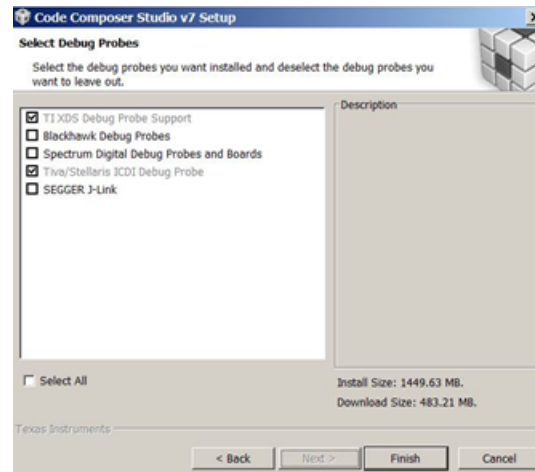

图 31. CCS 安装 – XDS 安装
- 要使用调试探针，请选择 TI XDS 调试探针支持 (TI XDS Debug Probe Support)，如图 31 所示。